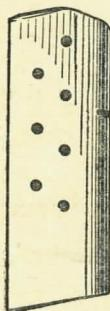

Рис. 68.
**103. Магазин** (рис. 68) служит для помещения восьми патронов; он состоит из коробки, подавателя, пружины подавателя, крышки и задержки крышки.